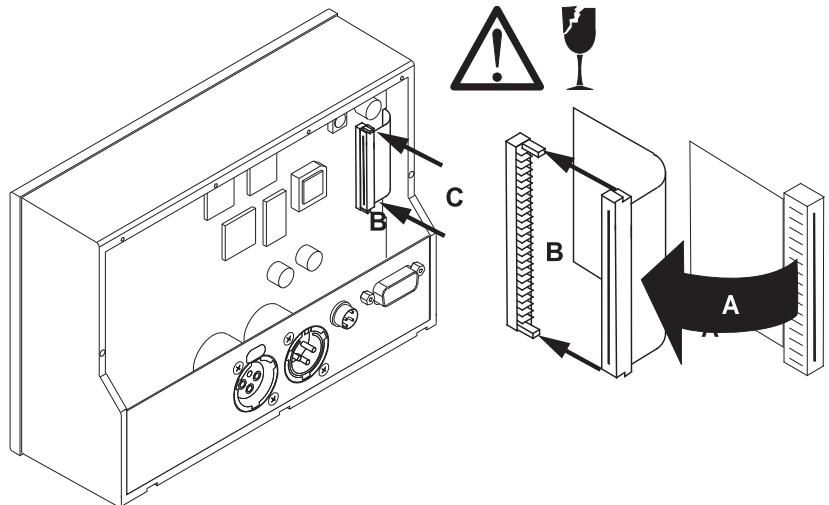

Bild D 7-11: Aufstecken des Flachband-Anschlusskabels auf die Hauptplatine
11. Biegen Sie den herausstehenden Steckverbinder des flachen Display-Kabels mit seinen Kontakten zum Anschlussleiste auf der Hauptplatine (A). Platzieren Sie den Steckverbinder genau zwischen die beiden Führungsstifte der Anschlussleiste (B). Drücken Sie ihn mit leichtem Druck fest (C). Achten Sie darauf, den Anschlussverbinder und das flache Display-Kabel nicht zu beschädigen! (Bild D 7-11)